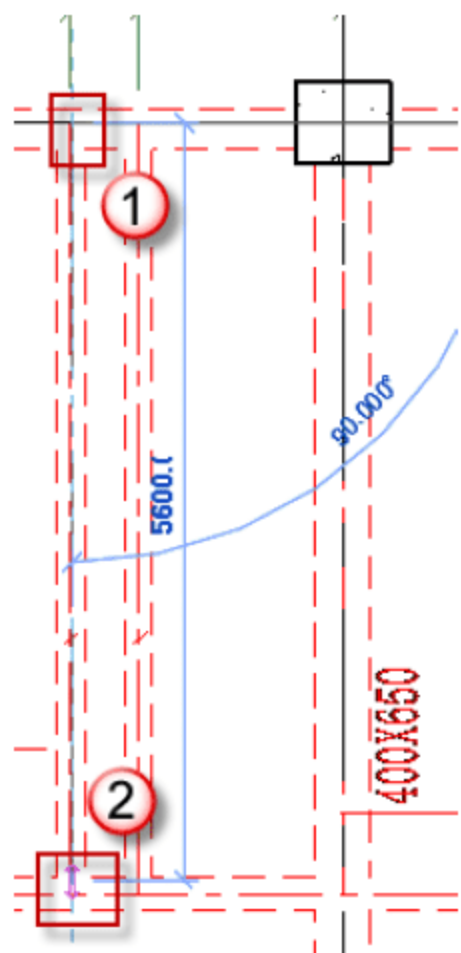

图 4.2.90 绘制 L-2C
(15) 绘制矩形框架梁 L-2C，按快捷键 B+M，放置平面为“标高 2”平面视图，先单击起始柱的中心为起点，后单击终止柱的中心为终点，如图 4.2.90 所示。